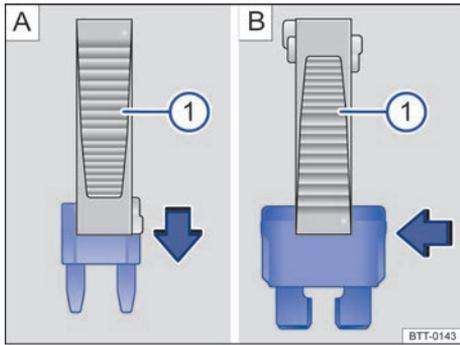

Fig. 168 Quitar o instalar un fusible con la garra de la pinza de plástico ①.
- De ser necesario, retire la pinza de plástico → fig. 168 ① del soporte. El soporte se encuentra en la parte trasera de la caja de fusibles cerca de la toma de diagnóstico.
- En caso de *fusibles pequeños*, encaja la garra ① por arriba → fig. 168 A.
- En caso de *fusibles mayores*, empujar la garra ① lateralmente sobre el fusible → fig. 168 B.
- Si el fusible está quemado, cambie el fusible por uno nuevo de la *misma* intensidad de corriente (mismo color e inscripción) y del *mismo* tamaño → ①.